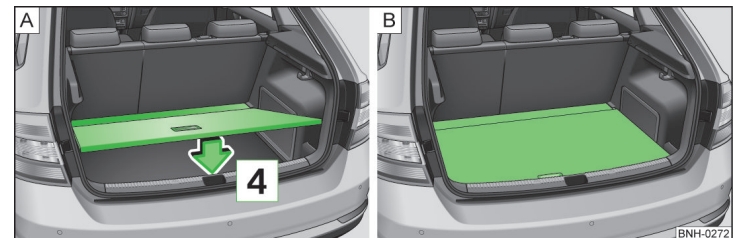

Abb. 83 Variablen Ladeboden in die obere Position einstellen / Variabler Ladeboden in der oberen Position
- › Den variablen Ladeboden in Pfeilrichtung **4** » Abb. 83 - **A** legen.
Unter dem variablen Ladeboden in der oberen Position » Abb. 83 - **B** entsteht ein Raum zum Verstauen von Gegenständen.